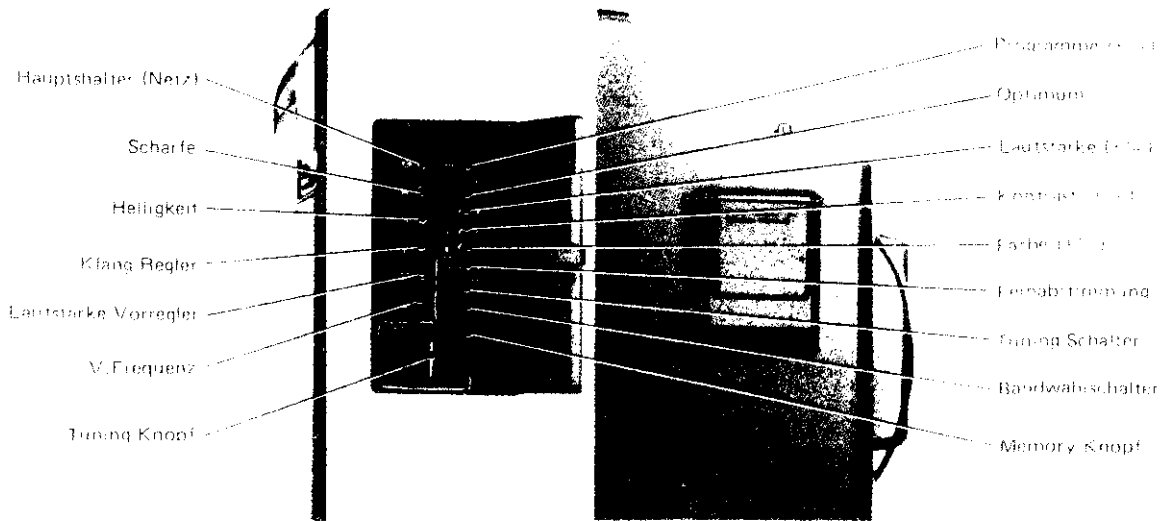
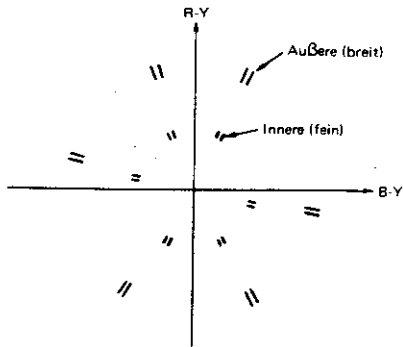

Abb. 2 Bedienung (II)
Abb. 6 Vektor-Muster vom Farbbalkensignal
- (1) Stellen Sie ein Farbbalkentestbild ein.
- (2) Drücken Sie den AFT-Taste.
- (3) Drücken Sie die Optimum-Taste (Abb. 2) sollte in Mittelstellung stehen.
- (4) Den Farbvorregler VR602 auf der Hauptplatine in Mittelstellung bringen. Den Pegelregler (Level Adj. VR601) auf der Hauptplatine in Uhrzeigersinn auf 90° aus der Mitte einstellen.
- (5) Schließen Sie die X-Y-Eingänge des Oszilloskops an den TP-46B (B-Y OUT) und den TP-46R (R-Y OUT) auf der Hauptplatine an. Stellen Sie die Helligkeit des Oszilloskops so ein, daß die sechs äußeren und die sechs inneren Farbpunkte im Vektor Diagramm einwandfrei zu sehen sind. (Abb. 6)